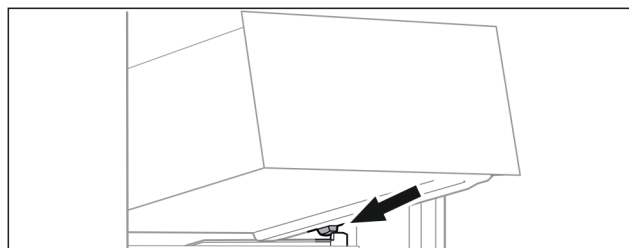

Fig. 29
- Sätt utdragslåda i vinkel på behållarens galler bakom de bakre stoppklackarna. (se Fig. 29)